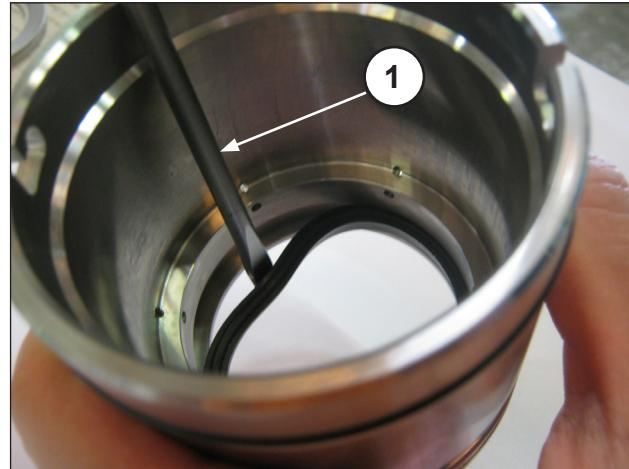

Fig. 164
Para remover a junta de baixa pressão, é necessário usar um medidor de espessura ou uma ferramenta que não danifique o local do suporte da junta (pos. ①, Fig. 164).